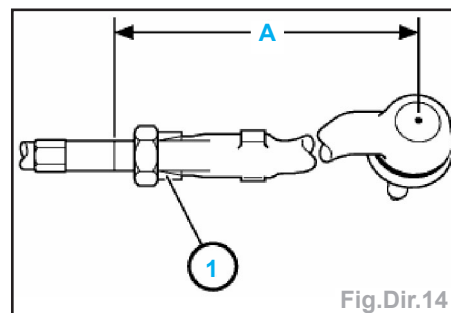

Fig.Dir.14
Remarque : mesurer sur l'ancienne barre d'accouplement la cote (A) et régler la nouvelle barre selon cette cote afin de faciliter le réglage du parallélisme, veiller au bon positionnement de la bague de serrage (1) et de l'écrou (Fig.Dir.14).